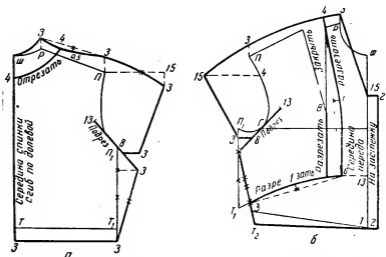

Рис. 299. Нанесение линий фасона лифа комбинированного платья с цельнокроеным рукавом:
**Спинка.** От точки Р вверх откладывают 3 см от точки 3 ведут вогнутую линию к точке Ш (рис. 299, а). Для построения цельнокроеного рукава от точки П вверх откладывают 3 см.
Полочка. От точки Р вверх откладывают 3 см (рис. 299, б), затем проводят линию от точки 3 к линии середины переда так, чтобы в точке пересечения с линией середины переда длина выреза горловины была равна 15 см. От точки 15 вправо проводят горизонтальную линию и откладывают 2 см, от точки 2 вниз параллельно середине переда проводят вертикальную линию до низа изделия и под прямым углом соединяют с точкой Т.
**Нанесение линий фасона лифа.** Для построения выкройки лифа платья данного фасона берут выкройку верха платья с цельнокроеным рукавом и вставной ластовницей (см. рис. 299 и 300) и наносят на нее линии фасона.